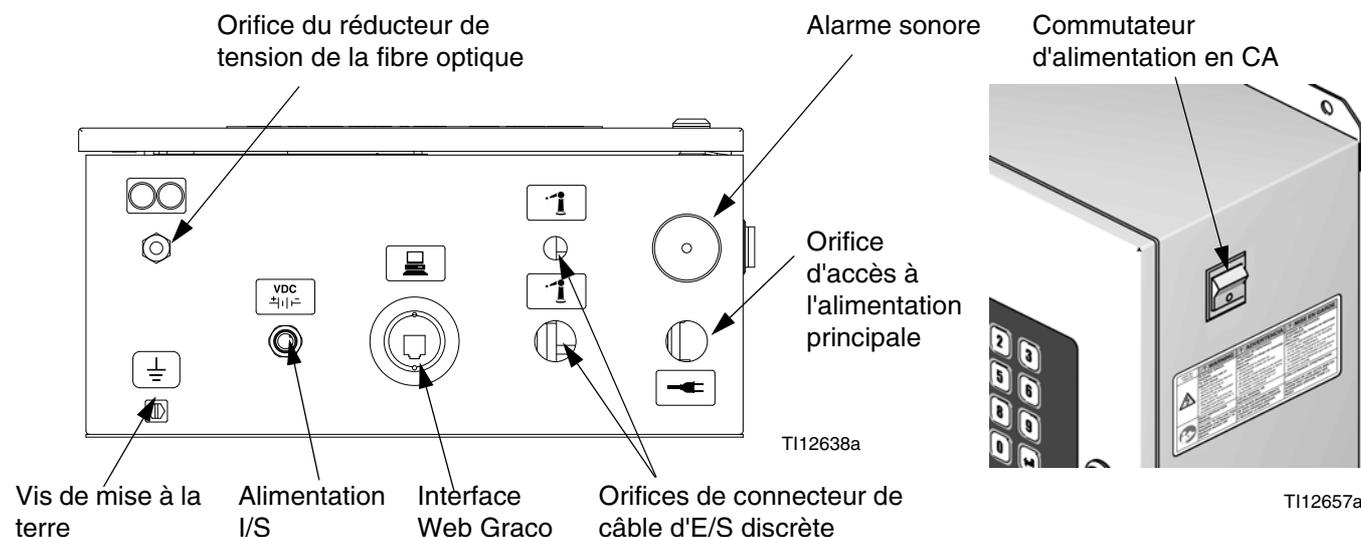

FIG. 13 : EasyKey Raccords et commutateur d'alimentation en CA
- Le diamètre du port d'accès d'entrée d'alimentation  est de 22,4 mm (0,88 po.). Il accepte un raccord de réducteur de tension passe-cloison ou une gaine de câbles. Consultez FIG. 13.
1. Alimenter en courant le EasyKey. Installez un protecteur réducteur de tension ou un protecteur du tube du port de EasyKey.  . Consultez FIG. 13.
1. Branchez une extrémité du câble d'alimentation électrique de la station de fluides au connecteur EasyKey $\pm \frac{VDC}{| | |}$. Consultez FIG. 13.
3. Le câble à fibres optiques a été attaché en usine sur le connecteur de la station de fluides . Consultez FIG. 13.